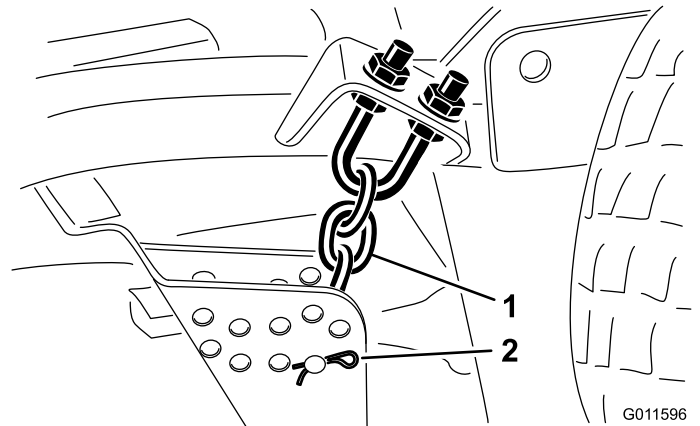

Bild 19
5. Entfernen Sie den Splint und den Lastösenbolzen, mit denen die Schnitthöhenkette an der Rückseite des Mähwerks befestigt ist (Bild 19).